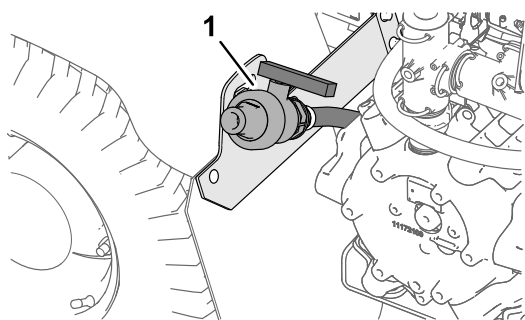

Рисунок 49
2. Найдите сливной кран бака на левом заднем крыле машины (Рисунок 49).